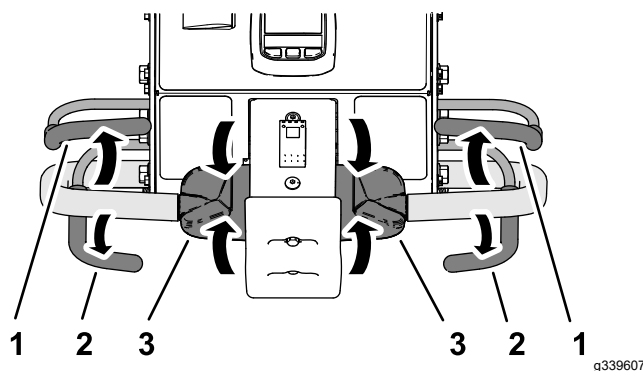

Figura 86
1. Si está realizando tareas de aireación, suelte la barra de aireación (Figura 86) para elevar el cabezal de perforación; consulte Elevación del cabezal de perforación (página 47).